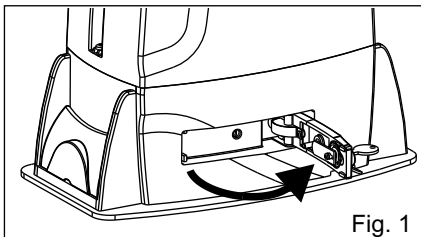

Fig. 1
1) Desactivar la corriente eléctrica, desbloquear el motor (Fig.1) y posicionar manualmente las antas a mitad de recorrido (Fig. 3-4).